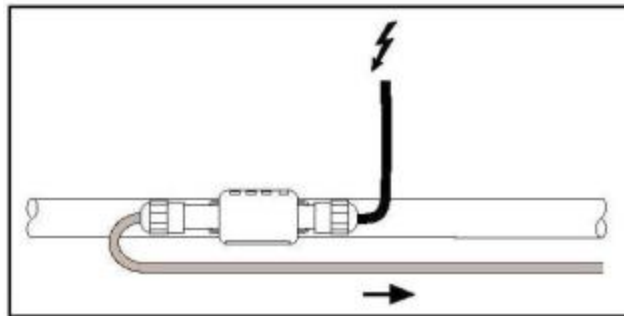

Figure 1 - Raycllic-CE-02 : Raccordement à l'alimentation
- Le Raycllic-CE-02 pour le raccordement à l'alimentation (*figure 1*),